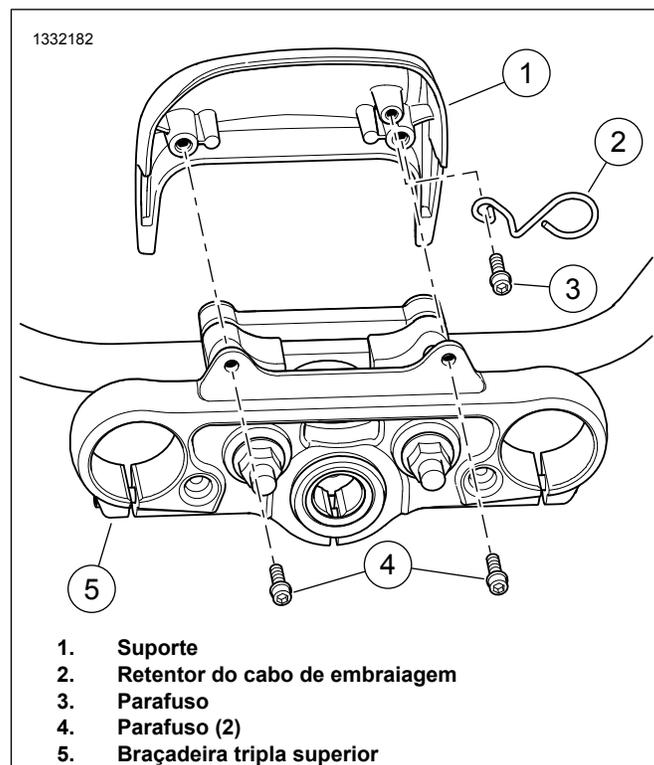

Figura 3. Visor FXLR
1. Figura 3 Remova os parafusos (4) da braçadeira tripla superior (5).
2. Remova o visor (1)..
3. Remova o parafuso (3) e o retentor de cabo de embraiagem OEM.
4. Instale o retentor de cabo de embraiagem (2) do kit.
5. Instale o parafuso (3). Aperte.